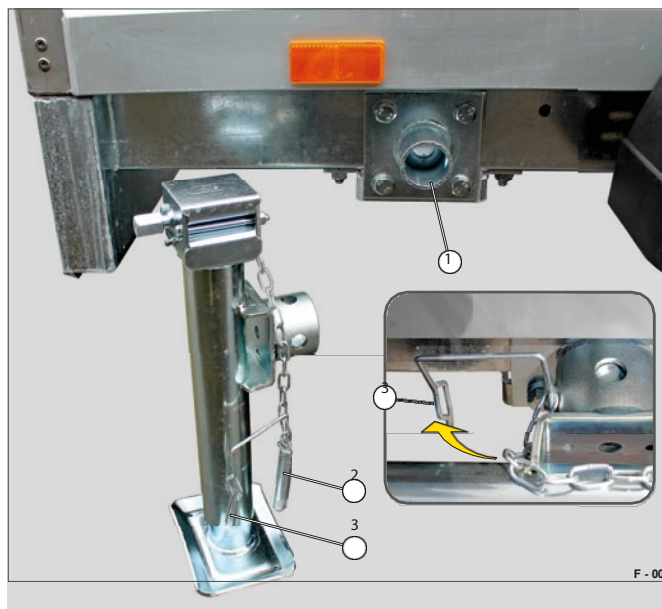

Fig. 8 Omplacering av teleskopvevstödet
- Lossa fästet (Fig. 8/3) från kontaktstiftet (Fig. 8/2).
- Dra ut stödet från fästet (Fig. 8/1) eller vrid stödet till horisontellt läge.